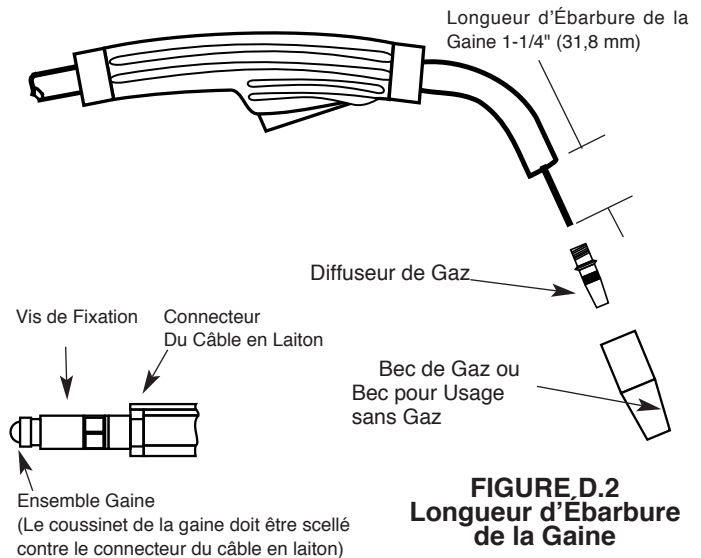

FIGURE D.2
AVERTISSEMENT: La variation des longueurs de câble empêche l'interchangeabilité des gainés. Une fois qu'une gaine a été coupée pour un pistolet particulier, elle ne doit pas être installée sur un autre pistolet à moins qu'elle ne corresponde aux exigences de longueur de coupe de la gaine. Se reporter à la Figure D.2.
7. Avec le bec de gaz et le diffuseur retirés du tube du pistolet, s'assurer que le câble soit droit, puis ébarber la gaine à la longueur illustrée sur la Figure D.2. Retirer toute ébarbure de l'extrémité de la gaine.